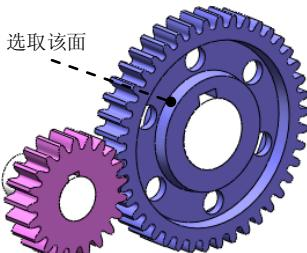

图 11.3.6 选取旋转方向
(1) 单击下方的**运动算例 1**选项卡，将运动算例界面展开。
(2) 在运动算例工具栏**动画**下拉列表中选择**基本运动**选项，单击 马达 按钮，在“马达”对话框的**零部件/方向(D)**区域中激活 Y 后的文本框，然后在图像区选取如图 11.3.6 所示的面，在**运动(M)**区域的类型下拉列表中选择**等速**选项，调整转速值为 20，其他参数采用系统默认设置值，在“马达”对话框中单击 \checkmark 按钮，完成马达的添加。